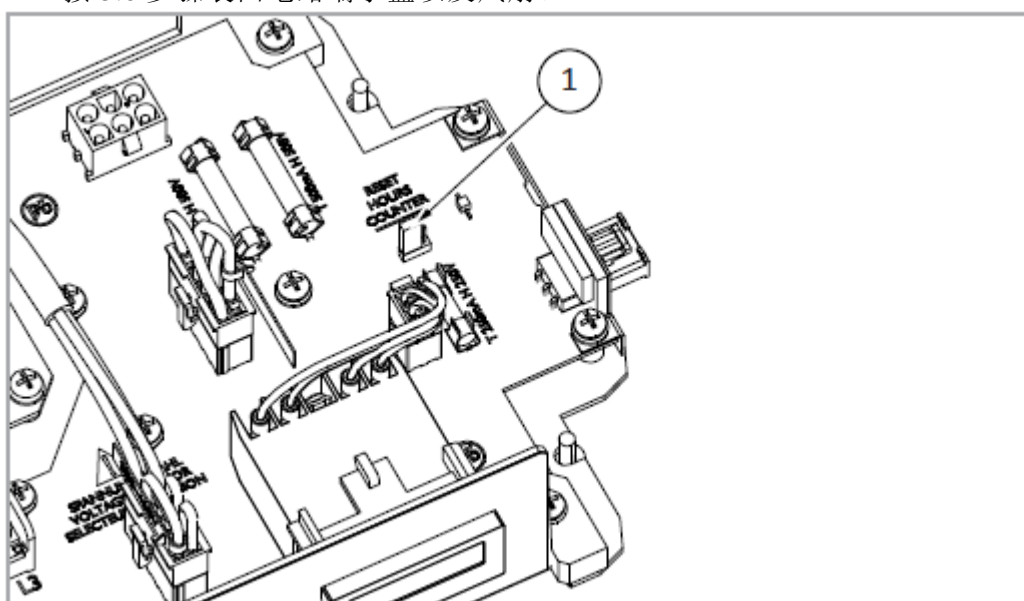

图 17 3-ph 型号泵计时器的复位
- 4 电路端子盒内的电路板上有一个三引脚的复位接头—“Reset hours counter”（图 17 第 1）。将接头移至复位引脚—参照电路板上的符号。